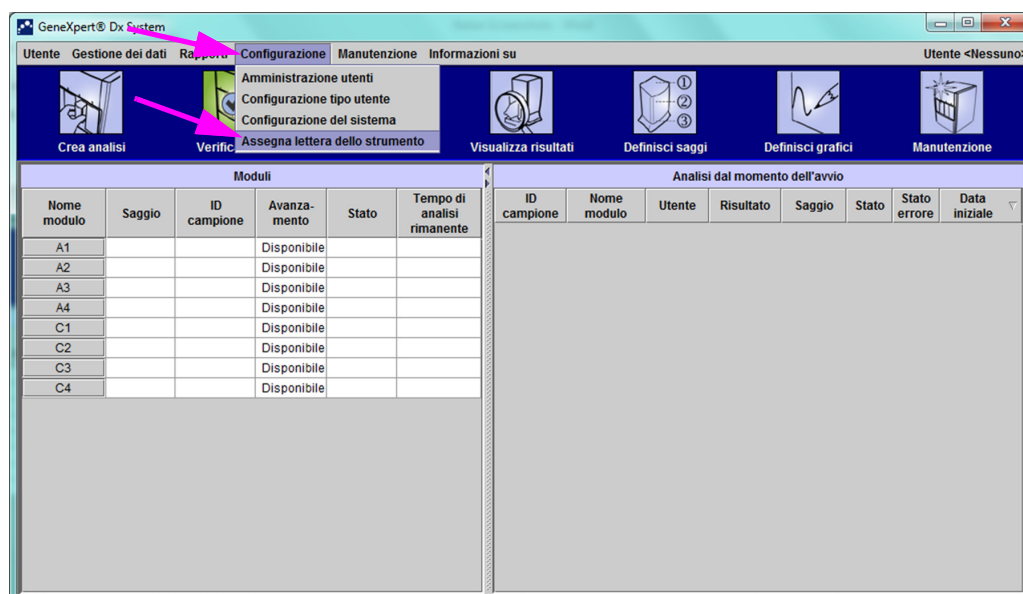
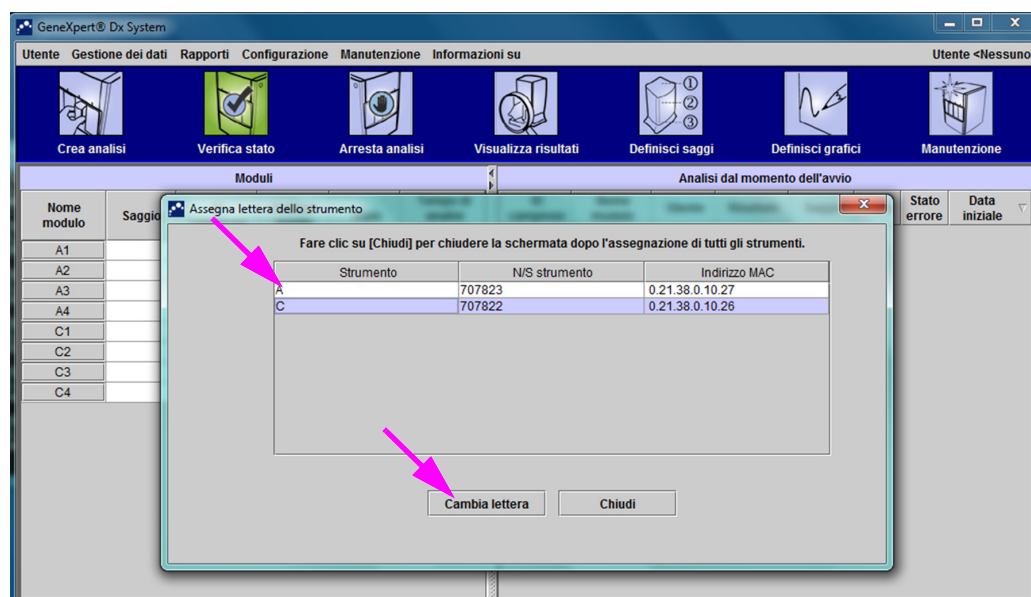

Figura 2-66. Finestra GeneXpert Dx System con il menu a discesa Configurazione
Figura 2-67. Finestra GeneXpert Dx System con la sovrapposizione della finestra di dialogo Assegna lettera dello strumento
3. Per assicurarsi che le lettere assegnate corrispondano allo strumento GeneXpert GX-XVI, fare clic su **Configurazione** nella barra dei menu della finestra GeneXpert Dx System (vedere la Figura 2-66), quindi selezionare **Assegna lettera dello strumento** dal menu a discesa. Viene visualizzata la finestra di dialogo Assegna lettera dello strumento (vedere la Figura 2-67). Gli indicatori LED verdi dei quattro moduli che comprendono il quadrante selezionato lampeggeranno contemporaneamente.
- Per modificare la lettera assegnata, fare clic per selezionare lo strumento da modificare, quindi fare clic su **Cambia lettera** nella finestra di dialogo Assegna lettera dello strumento (vedere la Figura 2-67).
6. Fare clic su **Chiudi** per chiudere la finestra di dialogo Assegna lettera dello strumento (vedere la Figura 2-67).